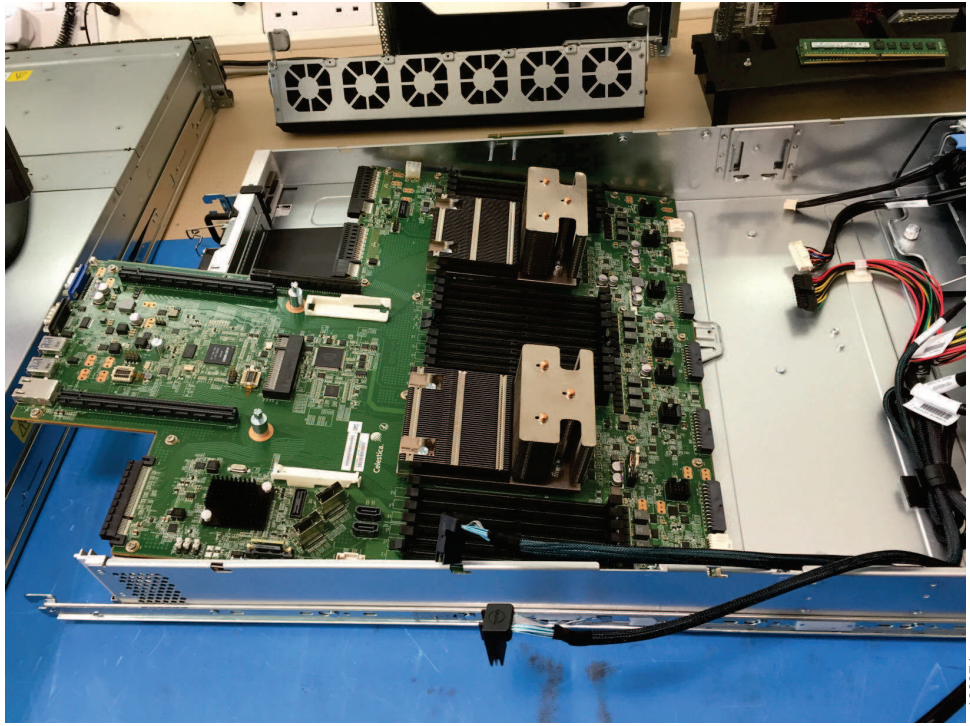

图 203. 卸下 2145-SV1 主板
17. 小心地将主板稍微向前推一点以将其松开。然后，将主板抬起至一定角度，如第 252 页的图 203 中所示。